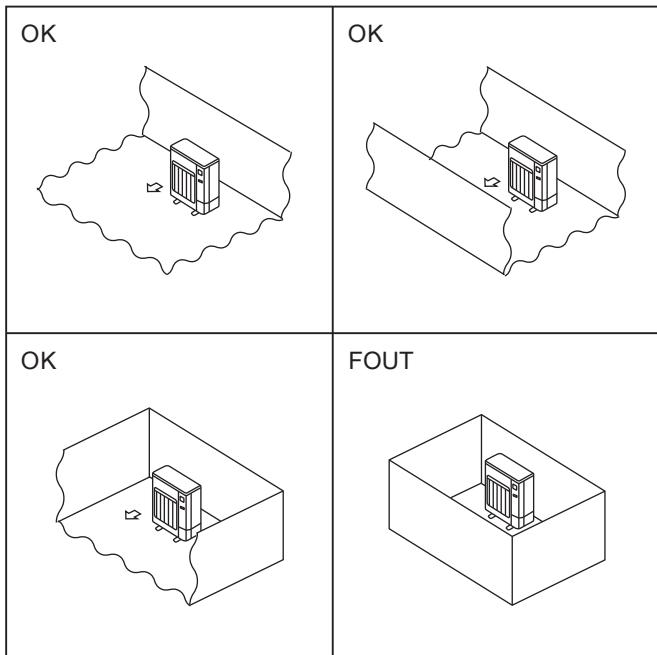

Fig. 2-1
- ◎ Installeer buitenapparaten op een plaats met minimaal één van de vier zijden open en in een ruimte zonder verlagingen die voldoende groot is. (Fig. 2-1)